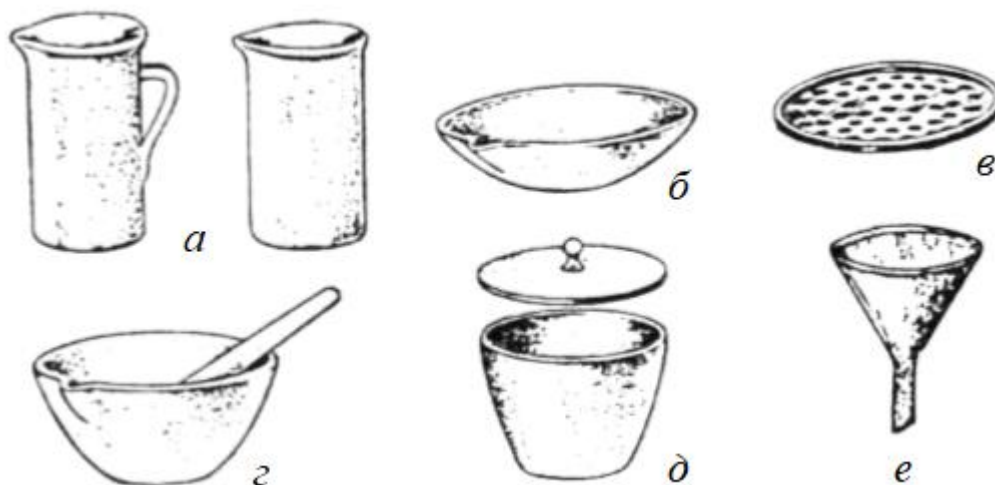

Рис. 14 – Посуда фарфоровая:
*Посуда фарфоровая* (рис. 14) используется для выпаривания жидкостей (стаканы, чашки), для фильтрования растворов (воронки), для измельчения образцов (ступка с пестиком), для прокаливания веществ (тигли).